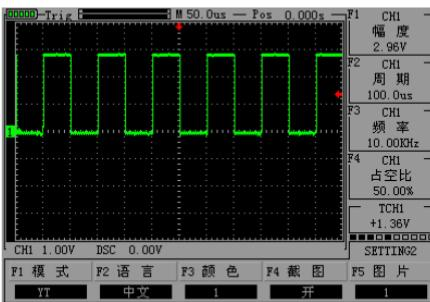

图2-10 设置垂直1V/格
- 如设置垂直方向为1.00V/div，操作步骤如上例。如图2-10